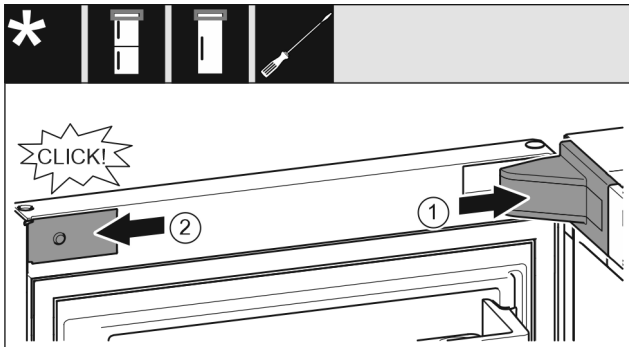

Fig. 22
- ▶ Nasadte kryt ložiskovej konzoly Fig. 22 (1) a zaklapnite, príp. opatrne roztláčajte.
- ▶ Nasadte kryt Fig. 22 (2) z boku a zaklapnite ho.